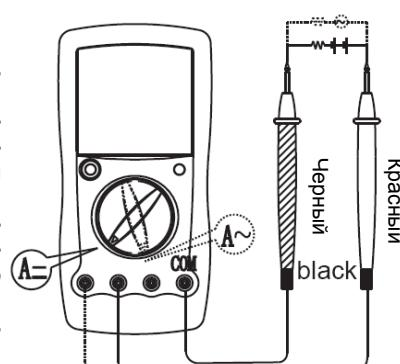

Рисунок 4
B. Измерение постоянного и переменного тока (см. Рисунок 4)